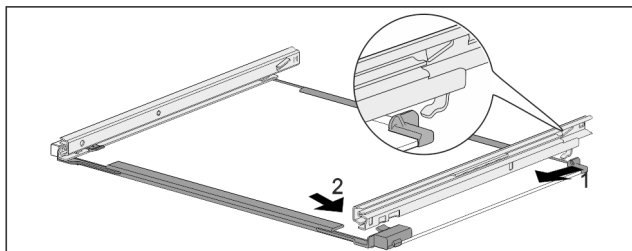

Fig. 228 Стеклопластина с направляющими
- ▶ Зацепите направляющую сзади. Fig. 228 (1)
- ▶ Защелкните направляющую спереди. Fig. 228 (2)